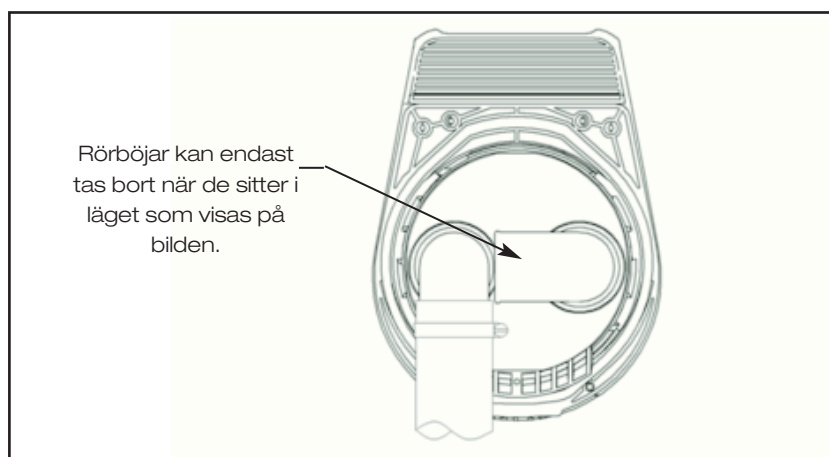

Fig.8 Urkopplingsläge
3. Rörböjarna kan tas bort och slangar sättas fast innan installationen genom att vrida rörböjarna till ett läge där ut/inloppsböjen pekar mot den andra rörböjen och sedan dra utåt. Se fig. 8.
3. Ta bort krökarna från öppningarna enligt fig. 8.